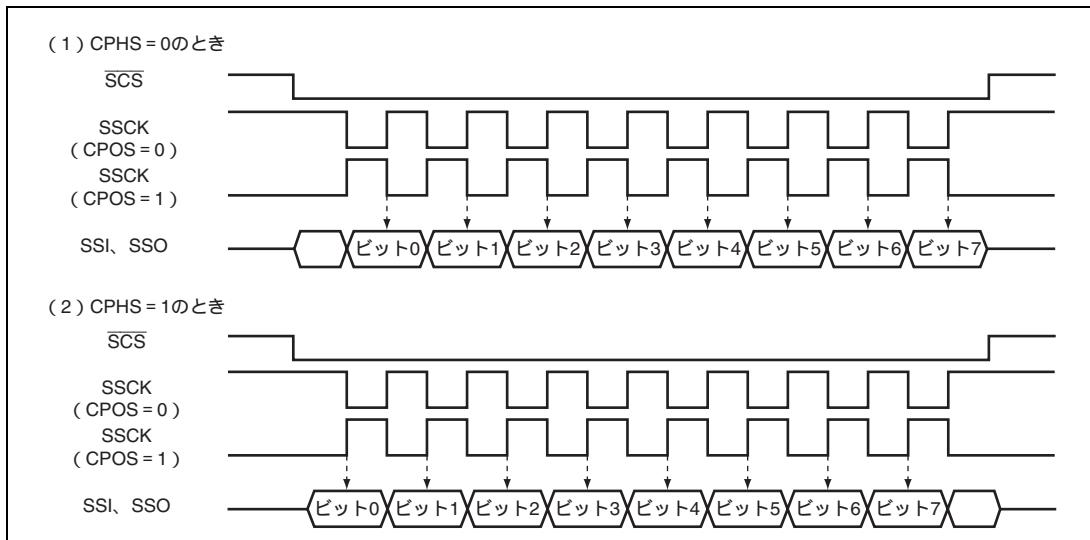

図 16.2 クロックの位相、極性とデータの関係
SSCRL の SSUMS=0 のとき、SSMR の CPOS と CPHS の組み合わせでクロックの位相、極性および転送データの関係が変わります。これらの関係を図 16.2 に示します。SSUMS=1 のとき、CPOS の設定は有効ですが、CPHS の設定は無効となります。SSUMS=1 の場合の送信データの変化タイミングおよび受信データの取り込みタイミングは、図 16.2 の「(1) CPHS = 0 のとき」と同じタイミングになります。